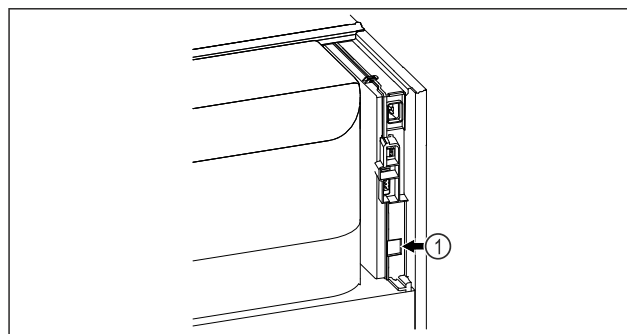

Fig. 83
- SmartModule Fig. 83 (1) je nasadený.